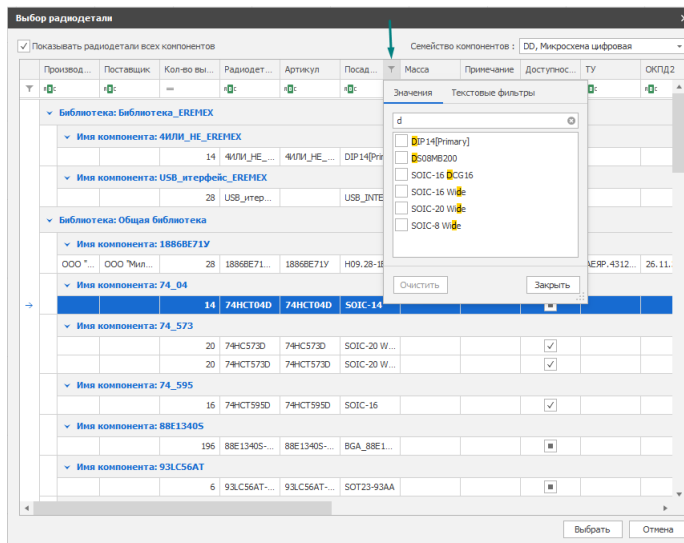

Рис. 94 Выбор значения атрибута в фильтре
4.1. При выборе вкладки «Значения» формируется перечень всех значений данного атрибута, заданных при создании компонента, см. Рис. 94.